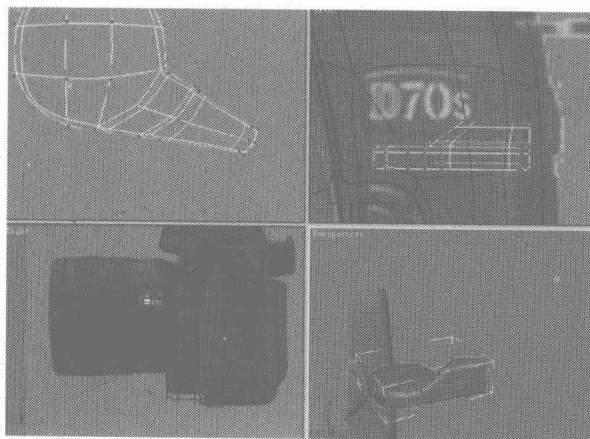
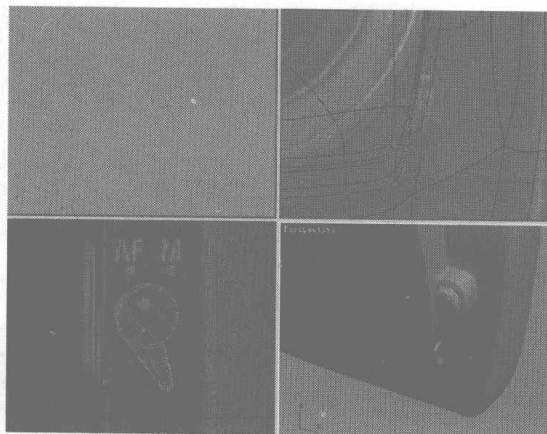

图 6.311
图 6.312
- 05** 继续调整该开关按钮的形状, 如图 6.311 所示, 调整完毕后选择该物体, 进入 Hierarchy 控制面板中单击 **Affect Pivot Only** 按钮, 仅影响轴, 再单击 **Center to Object** 按钮将轴心移动到该物体的中心, 用缩放工具旋转、移动此物体到合适的位置, 如图 6.312 所示。